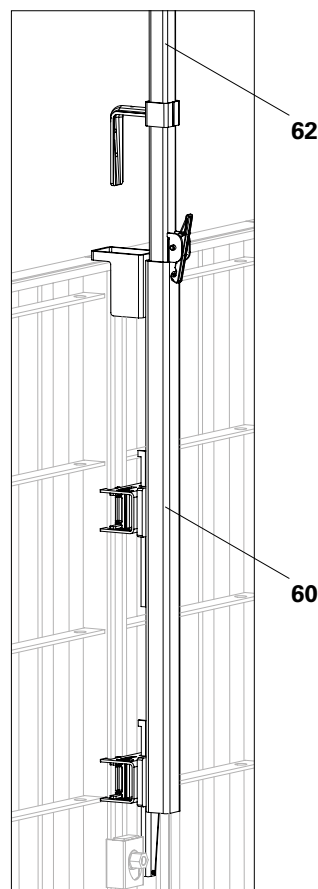

Fig. A7.13
Il supporto parapetto UNO Plus (60) è utilizzato per fornire una protezione anti-caduta per personale di cantiere e oggetti. Da usare con montanti parapetti e tavole, conformemente alle norme locali per la sicurezza sul lavoro. (Fig. A7.13)